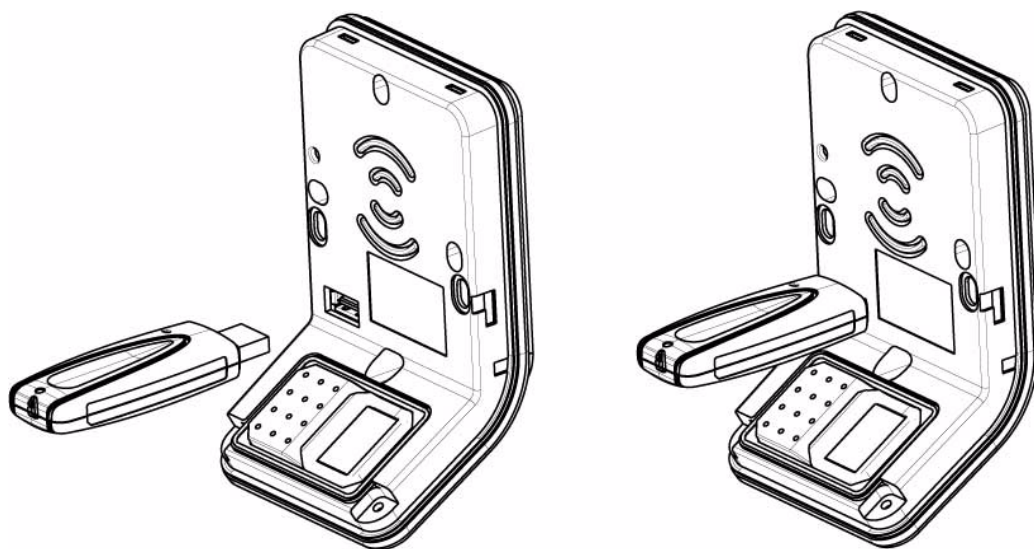

Figure 3.3: Branchement de la clé mémoire USB
9. A ce stade, il est possible de brancher une clé mémoire USB dans le terminal pour configuration (voir Figure 3.3). Pour plus d'informations sur la configuration et le réglage du produit, se reporter au Guide d'Utilisation du MorphoAccess® J Series. Après avoir effectué la configuration, retirer la clé mémoire USB.